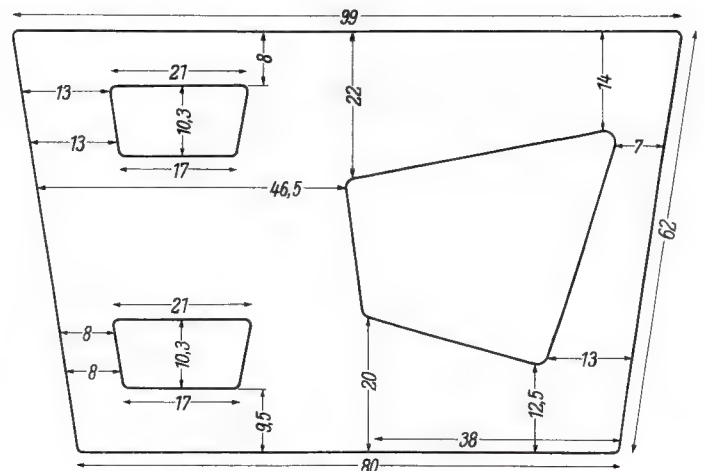

Bild 3, Maße für Frontplatte
Nach Bild 2 setzt man an eine möglichst starke Grundplatte A (3...4 cm) die Frontplatte E und die Seitenwände B und D an. Die Seitenwände haben eine Dicke von 1...2 cm, wobei stärkeren Platten der Vorzug zu geben ist. Dünnere Platten sind mit Leisten von 4 cm² Querschnitt über Kreuz zu verstärken. Innerhalb des Gehäuses erkennt man die Stützwand F. Sie teilt den Raum in zwei Kammern und verleiht dem Gehäuse eine größere Stabilität. Die Rückwand wird an Leisten befestigt, die an den Wänden A, B, C und D sitzen. Diese Leisten sind der Übersichtlichkeit wegen nicht eingezeichnet. Bild 3 zeigt die Ausschnitte in der Schallwand.
Die Größe der Schallwand richtet sich nach den Lautsprechertypen. Bild 3 enthält die Abmessungen des Mustergerätes. Wer auf Mitteltöner verzichten will, kann den unteren
- E: siehe Bild 3